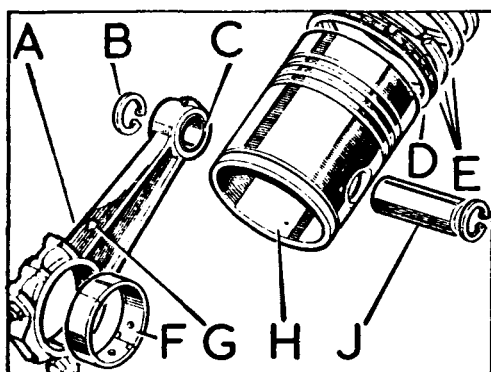

Fig. A1-103A Pistón y biela desmontados
1.2. Extraer los arillos, B (Fig. A1-103A) y los bulones, J.